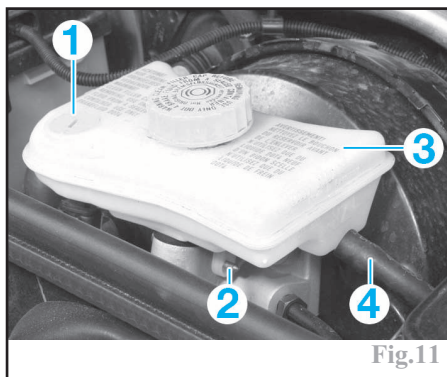

Fig.11
Débrancher la sonde de niveau de liquide frein sous le réservoir de compensation puis déposer le bouchon (1) du réservoir de compensation (Fig.11).
- la durite d'alimentation du maître-cylindre d'embrayage (4) (Fig.11).